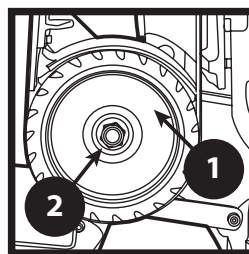

FIGURE 6
2. Faire pivoter la machine en position verticale (Figure 6).